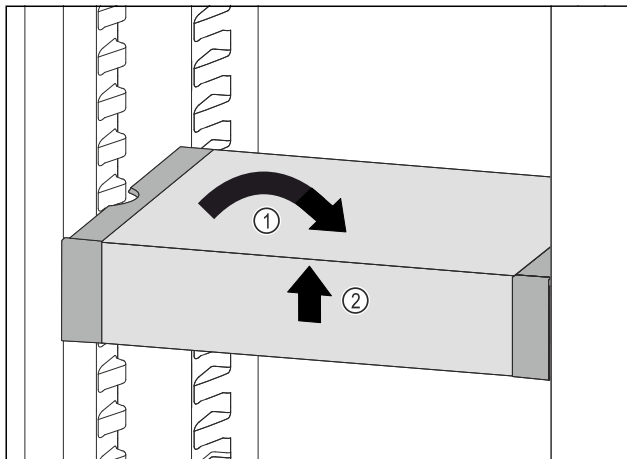

Fig. 174
- Vendosni drejt VarioSafe. Fig. 174 (1)
- Ngrini lart VarioSafe në pjesën përpara. Fig. 174 (2)